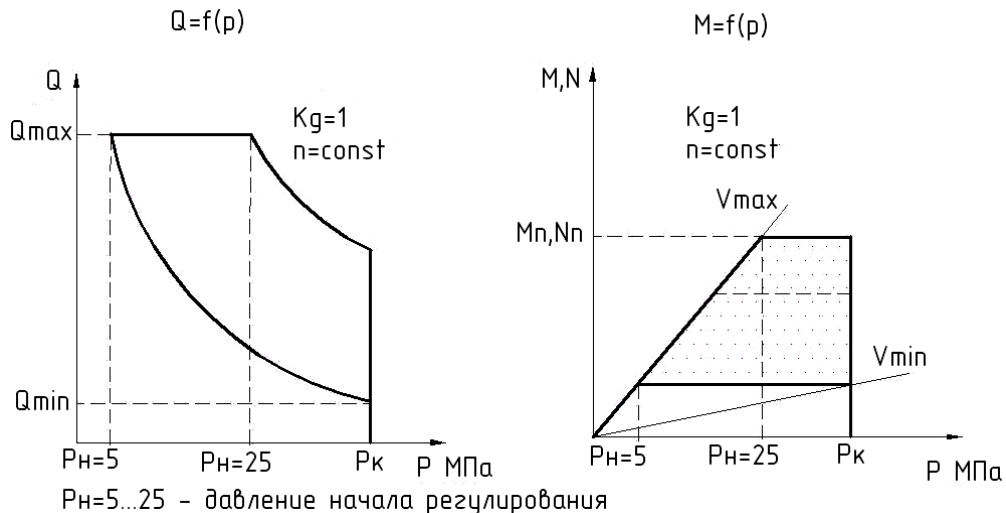

Рисунок 8 – График зависимости подачи Q , крутящего момента M и потребляемой мощности N от изменения давления p .
- Пока давление в гидросистеме не превышает $P_{н}$ (рисунок 8), насос находится на максимальном рабочем объеме V_{max} и обеспечивает максимальную подачу Q_{max}
- Регулирование. При увеличении рабочего давления P (рисунок 8), начиная с давления начала регулирования $P_{н}$, рабочий объем насоса V начинает плавно, автоматически уменьшаться, обеспечивая постоянство потребляемого момента $M_{п}$ и потребляемой мощности $N_{п}$.